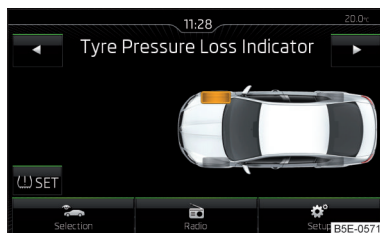

Fig. 183
- Pulsar la tecla de función **SET** » fig. 183.
En caso de las luces de control iluminadas **!** en el cuadro de instrumentos pueden mostrarse en el Infotainment los neumáticos afectados » fig. 183.